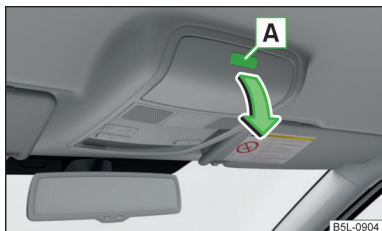

Fig. 87
- Pour **allumer**, appuyez sur la touche **A**. Le compartiment s'ouvre dans le sens de la flèche » fig. 87.